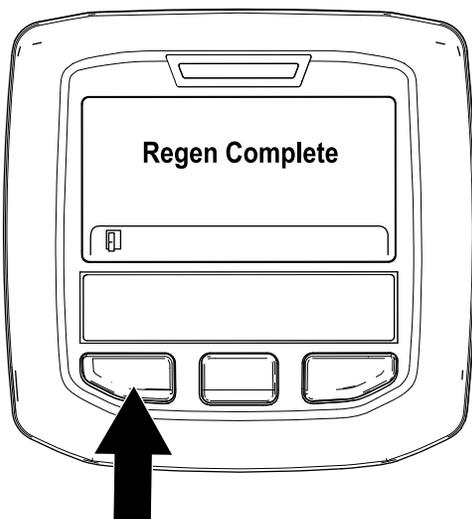

Рисунок 57
9. Регенерация с парковкой будет завершена, когда на дисплее инфо-центра появится сообщение «Regen Complete» («Регенерация завершена»). Для перехода на главный экран нажмите левую кнопку (Рисунок 57).